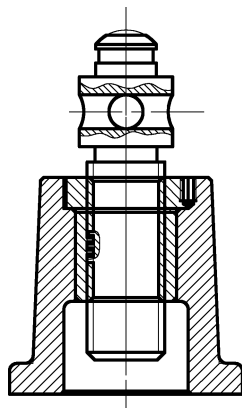

图 11-53 绘制螺杆示例
4) 选择“修改”面板→“移动”命令, 选择螺杆, 沿轴线指定基准, 利用捕捉“交点”的功能, 选择底座轴线上的目标点, 结束命令, 绘制结果如图 11-53 所示。